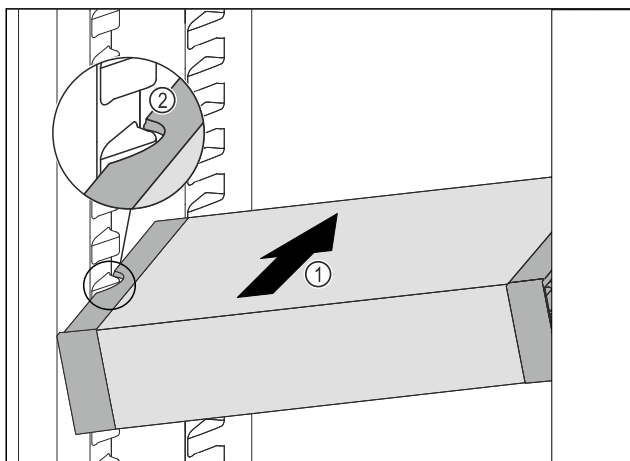

Fig. 207
- A VarioSafe fiókot ferdén tolja be a hűtőrészbe Fig. 207 (1) annyira, hogy a VarioSafe oldalsó kivágásai Fig. 207 (2) a hűtőrészben a tartóborda magasságában legyenek.